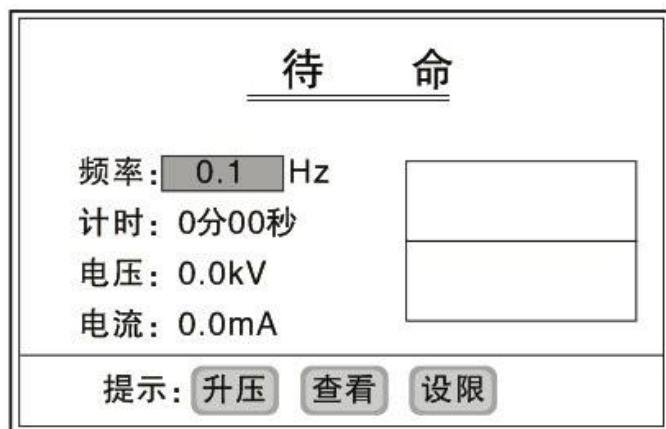

图6 (待命界面)
(C) 点击“返回”键，仪器进入图 6 所示的升压待命界面。
(3) 待命界面
按图6点击升压键后，仪器在电脑的控制下，按如下流程进行升压试验：自检→升压→等幅输出→停机
凡是通过了定时停机、点击“停机”键进行的停机、过压保护停机、以及过流保护停机的数据仪器自动将其保存为历史数据。最多能保存九次测量的数据，九次以前的将自动删除。点击图 6 中的“查看”键，可查看最近九次试验的历史数据。